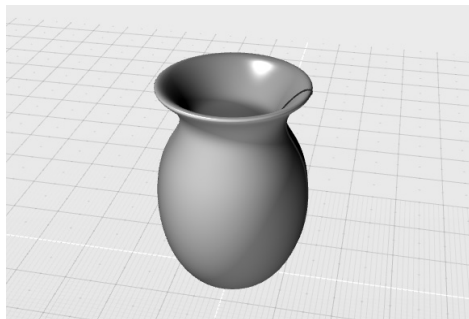
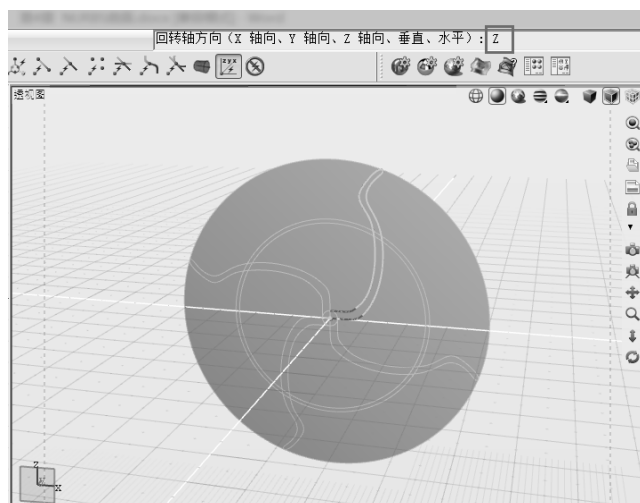

图 4-35 得到旋转曲面
图 4-36 更改回转轴方向
2) 使用“旋转”工具，当控制台提示“拾取剖面曲线”时，拾取该曲线。随后当控制台提示选取“回转轴开始”及“回转轴方向”时，可按空格或〈Enter〉键接受默认设置，得到图 4-35 所示的曲面。
✧ 注：如果在其他视图中选中曲线，则有可能生成的曲面与图 4-35 中所示的结果不一致。例如，在顶视图中选取，获得的结果并非所需。用户可在控制台提示“回转轴方向”时，将旋转轴更改为 Z 轴，如图 4-36 所示；或稍后在控制面板中修改此参数。